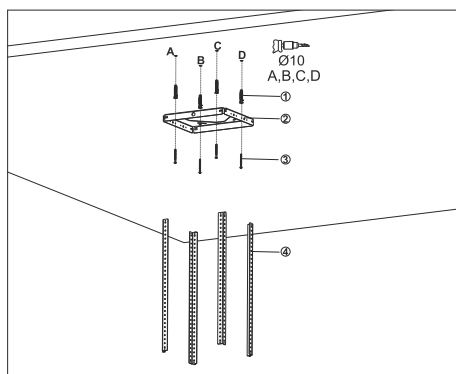

Fig. 10
- 1.** ➤ Markera A, B, C och D i taket där takplattan ska monteras och borra Ø10mm hål (Fig. 10).
- 2.** ➤ Tryck i Ø10mm pluggar i A, B, C och D (Fig. 10).
- 3.** ➤ Montera takplattan i taket genom att skruva fast den med 4 st 5,5x60 skruvar på A, B, C och D (Fig. 10).